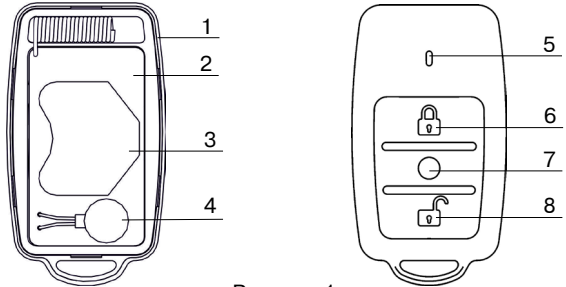

Рисунок 1
Извещатель состоит из следующих элементов (рисунок 1): основания корпуса и крышки корпуса (1) с установленной печатной платой (2). На печатной плате расположен держатель батареи (3) и вибромотор (4). На крышке корпуса расположены: светодиодный индикатор (5), кнопки для передачи команд управления (6,7,8).